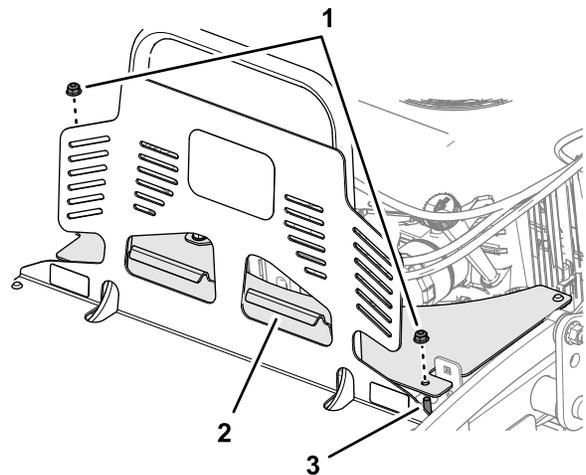

Figura 38
3. Alinee los taladros de la extensión del protector sobre los 2 pernos de cuello cuadrado y el reborde de la extensión sobre las aperturas en el protector del motor (Figura 38).